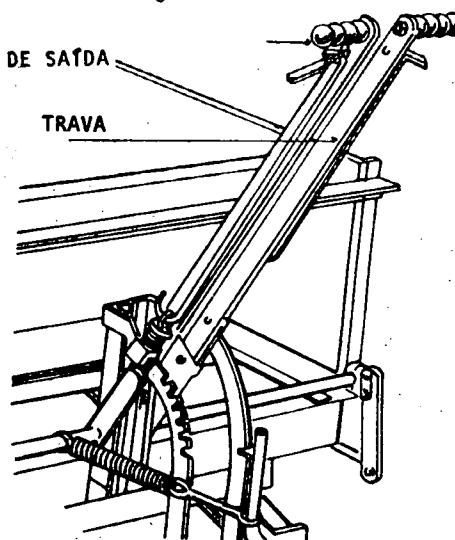

Fig. 2
- b Regule a alavanca do braço alimentador (fig. 2).